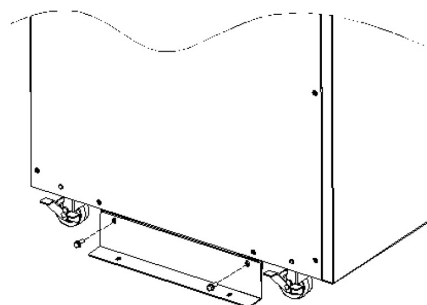
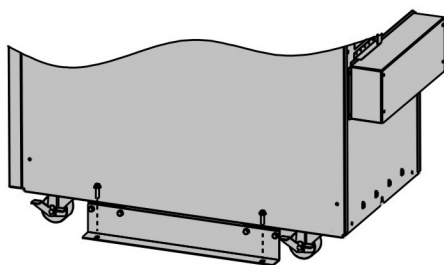

Fig. 8.
Fig. 9.
- ❑ Préablement à baisser l'équipement il faut retirer les supports stabilisateurs (voir figure 8) car, si non, ils compliqueront la procédure et ils se déformeront dû à l'impact contre la pente en bois, en pouvant occasionner des dommages en la structure de la boîte ou armoire de l'équipement.
- Si on l'estime opportune et comme une mesure préventive, on peut remonter les supports stabilisateurs (voir figure 8) afin d'éviter que l'équipement puisse tomber. En option, on peut immobiliser l'équipement, en le fixant au sol à travers des trous prévus dans le même support (voir figure 9).